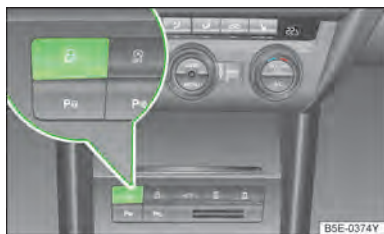

图 44
如果未从外部锁止汽车，则也可以在点火开关未打开的情况下用按钮图 44 解锁或锁止汽车。如果有车门已打开，则集控门锁按钮无法将车辆闭锁。
- 按压按钮图 44，按钮中的符号图亮起。
- 按压按钮图 44，按钮中的符号图熄灭。